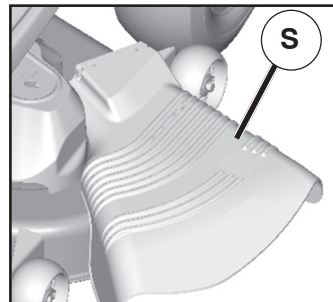

Fig. 23
PRECAUCIÓN: No opere la segadora sin, ya sea, el recogedor de césped completo en las segadoras así equipadas o con la protección contra la descarga (S) en su lugar. (Vea Fig.23)